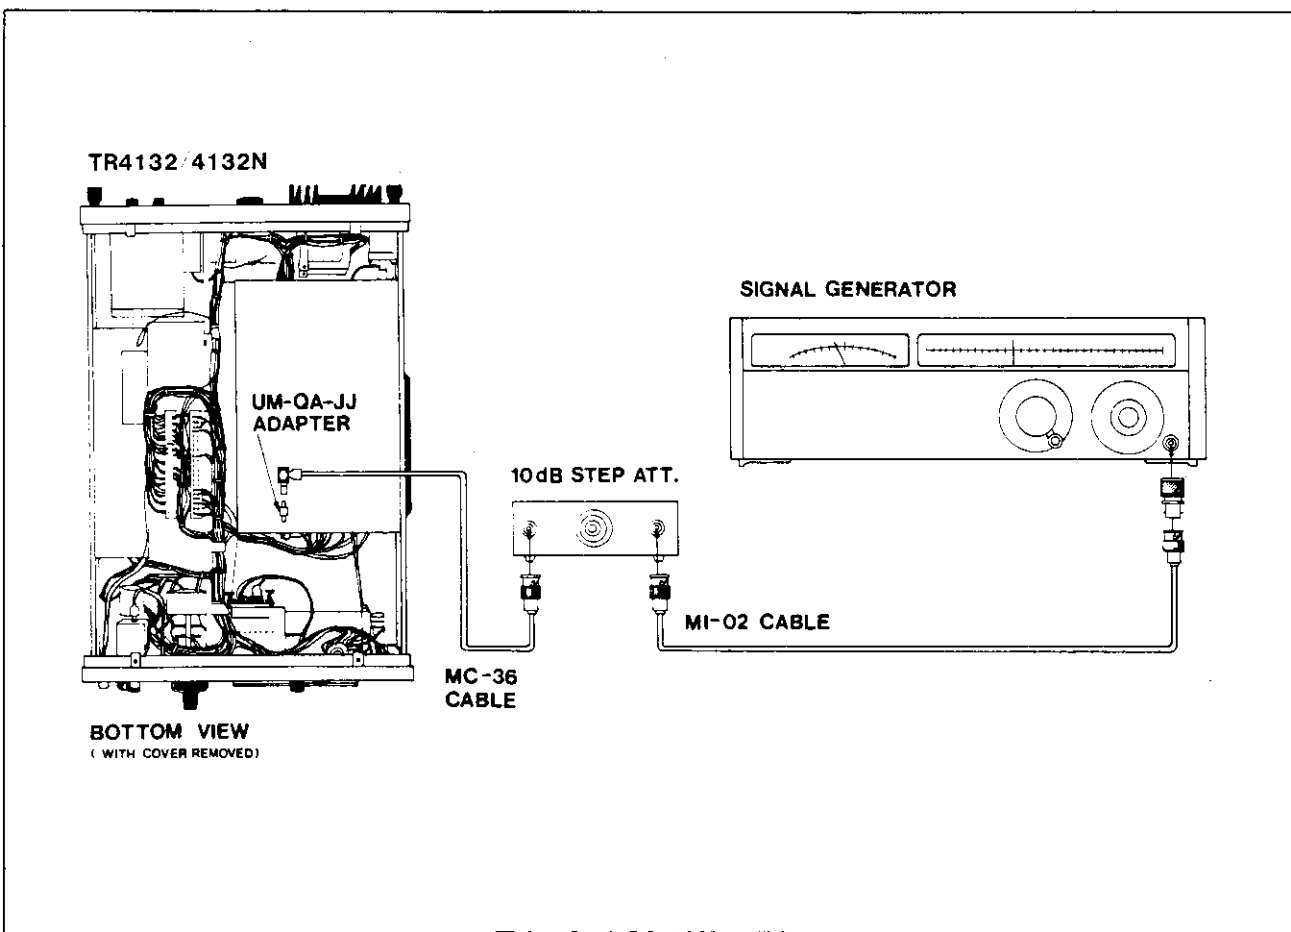

図4-8 LOG.AMP.の調整
3. [図4-8]に示すように、IF1dBステップ・アッテネータ (MEP-263) の入力、すなわちボードSK030のOUTPUTからコネクタJ53をはずします。